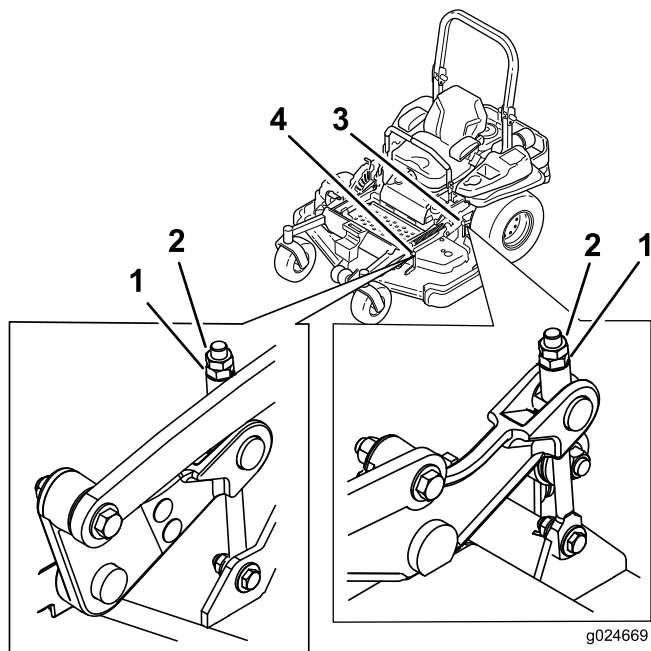

Figura 87
9. Se necessario, mettete a punto il dado di regolazione del piatto di taglio ruotandolo (vedere Figura 87).
15. Mettete a punto la vite di regolazione ruotando fino a un'altezza di 8,3 mm (vedere Figura 87).